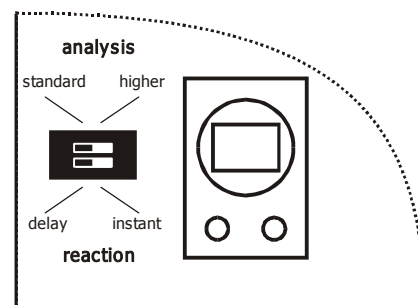

Fig.10
- D. Med DIP switch no.2 väljer du om detektorn skall ge direkt (instant) eller fördröjd (delay) larmning (se fig. 10).